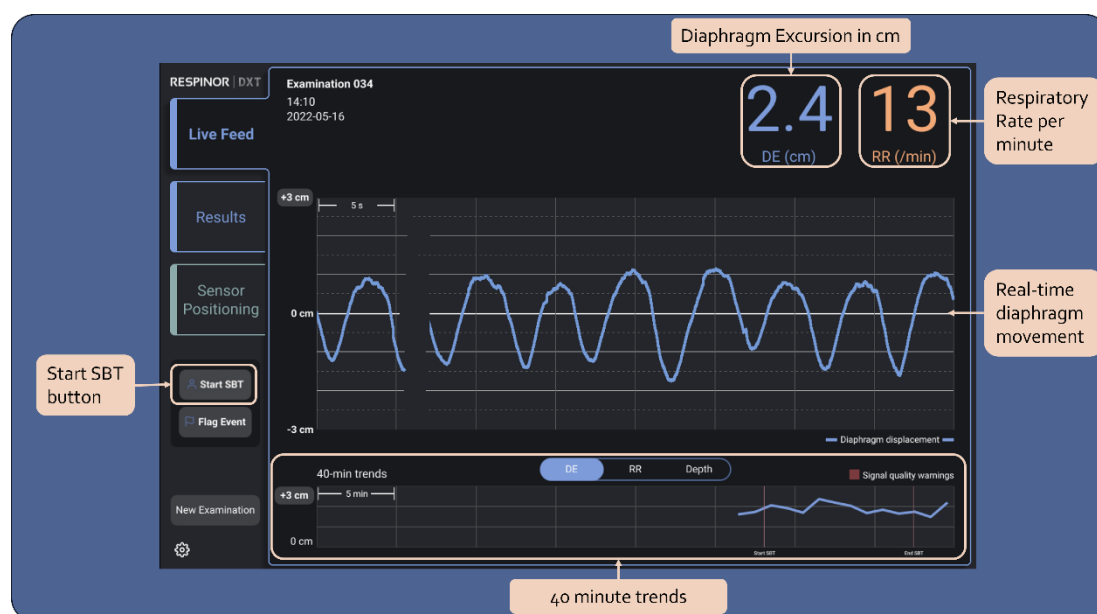

Figure 9. Vue d'ensemble de la vue en temps réel.
- La Figure 9 montre la vue en temps réel et met en évidence les éléments pertinents pour un examen.
- Les valeurs sont calculées comme indiqué dans la Figure 9 et mises à jour à chaque cycle respiratoire.